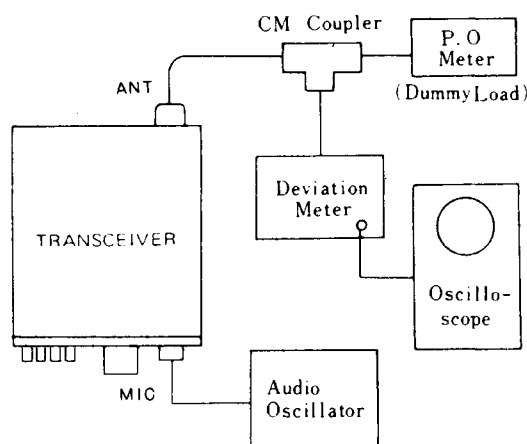

Abb. 4
(5) Abgleich der Endstufenschutzschaltung (AFP)
(6) Einstellung der niedrigen Sendeleistung
(7) Abgleich des FM-Modulators (Hub)
- (a) Meßaufbau wie in Abb. 4 angegeben herstellen.